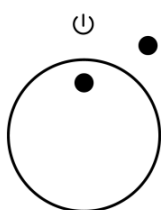
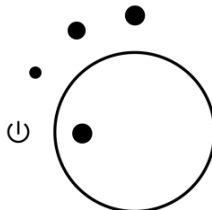

Рисунок 5\*
Рисунок 6
WHEL-3 (рисунок 5)
WHEL-6/WHEL-7 (рисунок 6) - три режима мощности (низкая, средняя, высокая)
3. Включение нагрева воды и выбор режима мощности нагрева (кроме WHEL-3) производится с помощью переключателя (рисунок 5; рисунок 6).